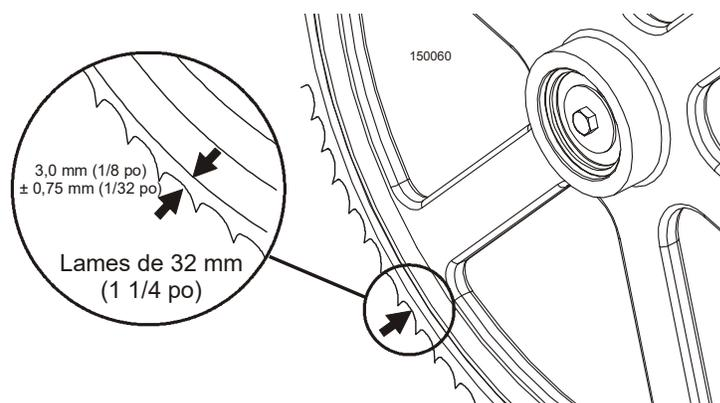

FIG. 3-8
6. Placez les lames de 1 1/4" (32 mm) de large pour que la gorge se trouve à 3,0 mm (1/8") à l'extérieur du bord du volant ($\pm 0,75$ mm [1/32"]). **Voir Fig. 3-8.**